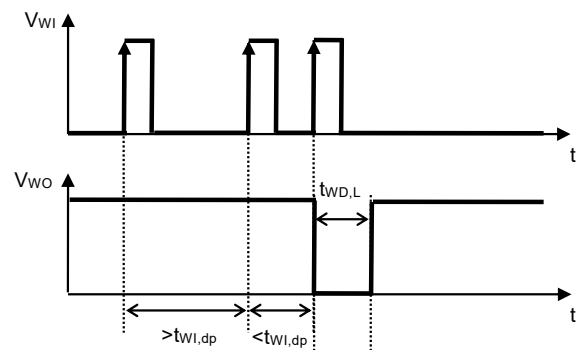

图12 看门狗双脉冲检测时间
- \*3. 从看门狗定时器开始进行触发信号检测后, 在 $t_{WI,dp}$ 期间再次检测到触发, 到WO端子输出变化为 "L" 为止的时间 (参阅图12)。此值可以通过 $C_{DLY}$ 的电容值进行更改。